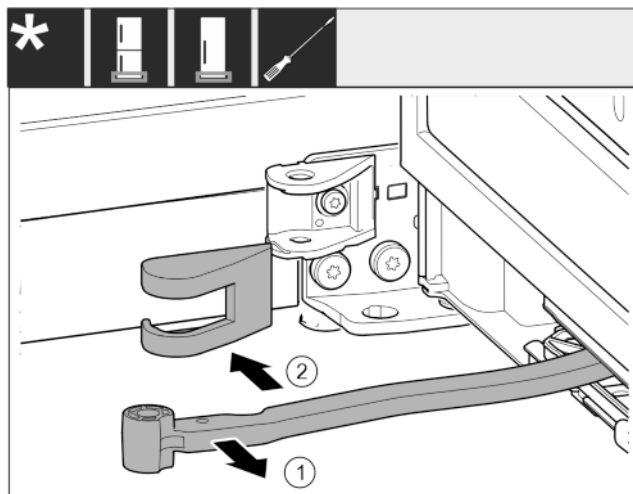

Fig. 13
- ▶ Rotiți articulația în direcția ușii. Fig. 13 (1)
- ▶ Îndepărtați apărătoarea suporturilor de lagăr. Fig. 13 (2)